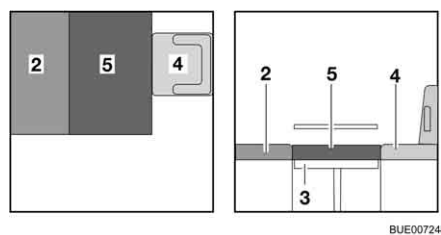

Bild 121 Efter ombyggnaden
- Lägg extradynan (Bild 121,5) på bordet.
- Skjut förarstolen (Bild 121,4) bakåt vid behov.